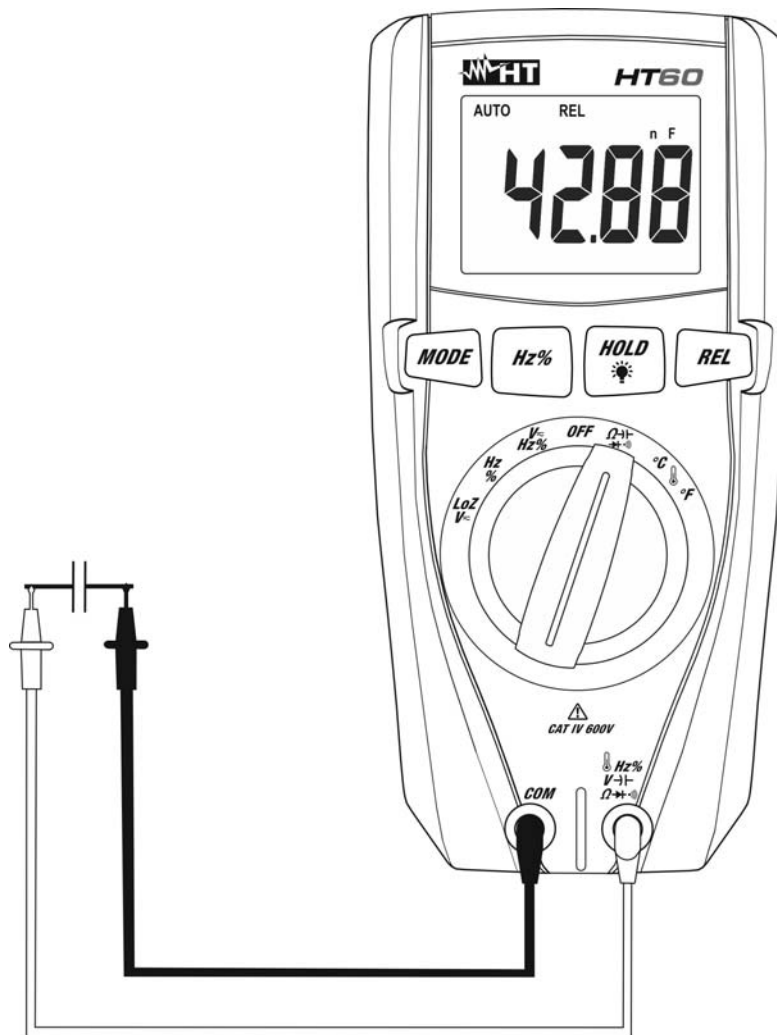

Fig. 8: Uso del instrumento para medida de Capacidades
5. Posicione las puntas en los extremos del condensador en examen respetando eventualmente las polaridades positivas (cable rojo) y negativas (cable negro) (vea Fig. 8). El valor de las capacidades se muestra en pantalla